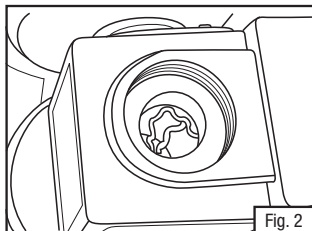

Fig. 2
- S'assurer que la pièce d'admission d'air est insérée dans chacune des trois admissions d'air en caoutchouc de l'ensemble turbo et que le filetage et les surfaces d'étanchéité sont exempts de saleté et de débris (Fig. 2).